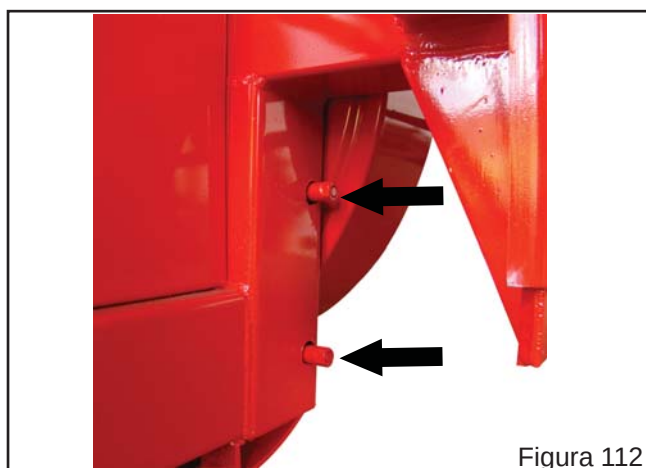
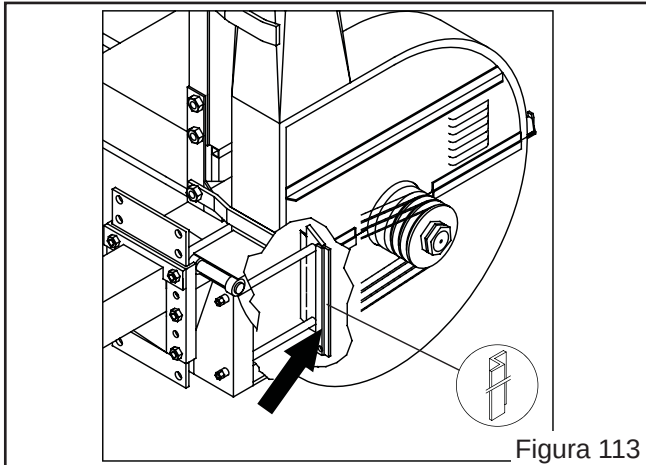

Figura 112
Figura 113
d) Solte o parafuso (Figura 112) de fixação da contrafaca;
e) Substitua a contrafaca (Figura 113) ou efetue a afiação, em seguida aperte os parafusos (Figura 112). Lembre-se, utilize somente a contrafaca original Jumil, tratada com tungstênio.
f) Para a montagem efetue o procedimento ao inverso, citados neste item e no item 10.8.